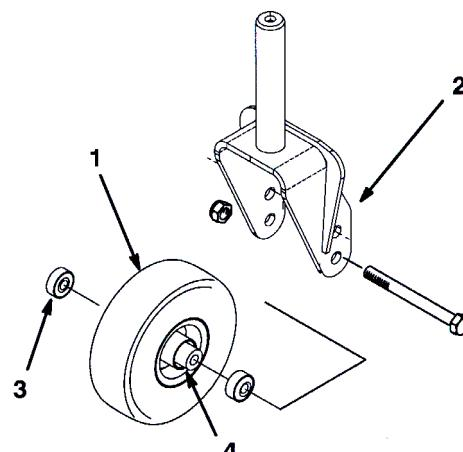

図28
1. キャスター・ホイール・アセンブリをキャスター・フォークの間に保持しているロックナット(図28)を外す。(Fig. 28) キャスター・ホイールをつかんでおいて、キャップスクリュをフォークまたはピボット・アームから抜き取る。
2. ホイールのハブからベアリングを外して、ベアリング・スペーサを床に落とす(図28)。ホイール・ハブの反対側にあるベアリングを取る。